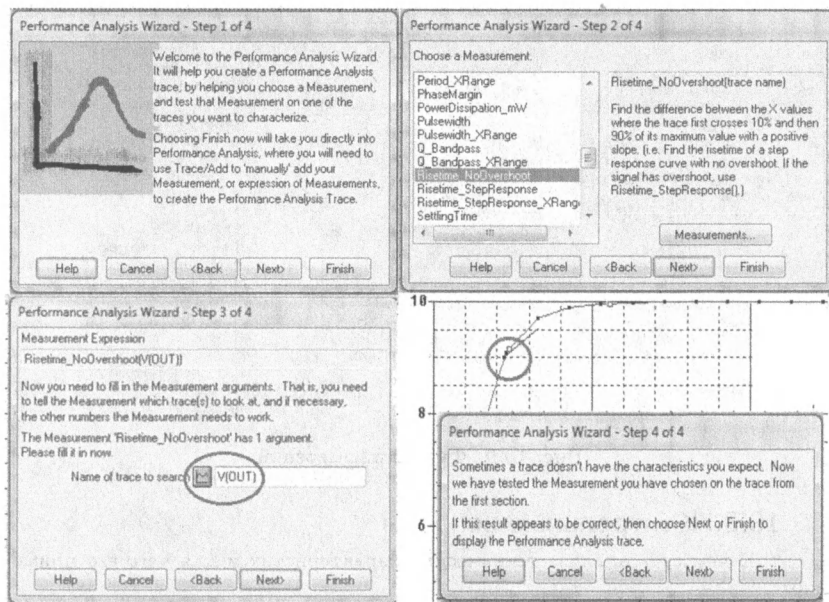

Рис. 10.7. Последовательность работы с мастером анализа производительности
2. Нажмите кнопку Wizard (Мастер). На каждом шаге мастер предоставляет информацию и рекомендации (рис. 10.7). Выполняйте указания и нажимайте кнопку «Далее».